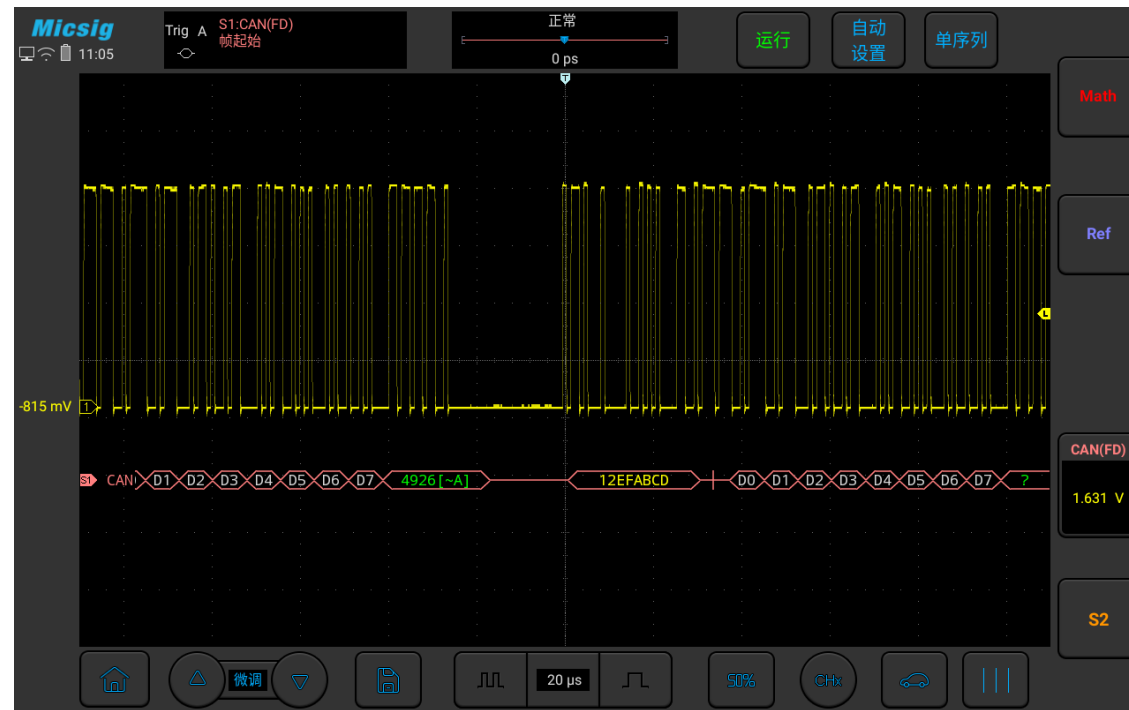

图12-16 CAN 图形界面
- (1) 轻点 S1 打开解码通道, 向左轻扫 S1 打开总线配置菜单;
- (2) 选择总线类型为“CAN”, 依次点选“Ch1”“CAN_H”“500kb/s”, FD 波特率设置为“无”, 设置完成后点按空白区域关闭菜单;
- (3) 打开触发方式配置菜单, 点选“帧起始”;
- (4) 依据信号幅值调节阈值电平; CAN 触发图形界面见图 12-16: